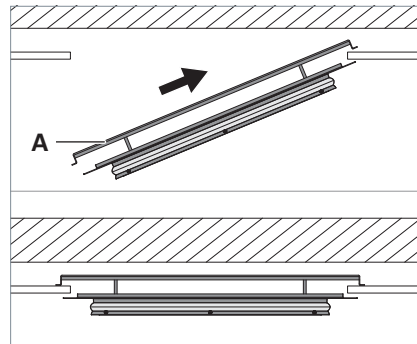

Fig. 2: Leuchtenrahmen in Decke einhängen.
- ▶ Hängen Sie den Leuchtenrahmen mit den zwei Bügeln **A** in die Decke ein, siehe Fig. 2.